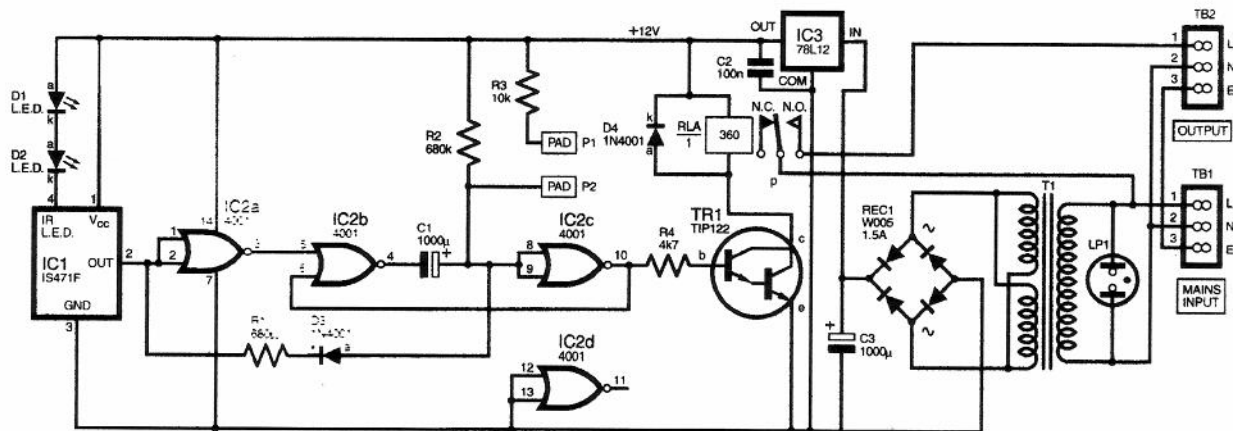

Figuur 1
- 1.1 Bestudeer, met verwysing na die kringdiagram in **Figuur 1**, die
- 1.2 Verduidelik aan die hand van 'n volledige benoemde fasordiagram die **spanningsverwantskap** van die kring soos voorgestel in **Figuur 1**. (6)